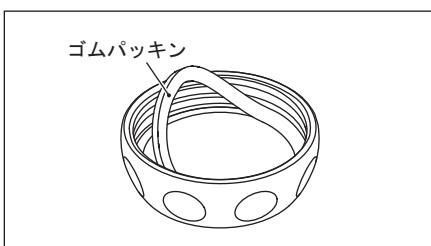

図19
- 2) パウダーケースキャップを分解しゴムパッキンを取り外します(図19)。